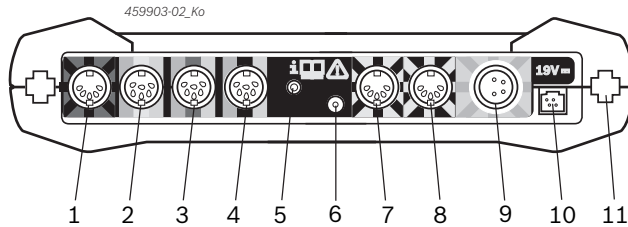

Fig. 2: Klemrække FSA 500 (nedefra)
For tilslutning, se Fig. 2, Pos. 6.
5. Tilslut sensorerne til de dertil beregnede stik på måleenheden (se Fig. 2).